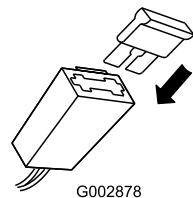

Bild 8
- Setzen Sie die Sicherung in den Sicherungshalter ein (Bild 8).